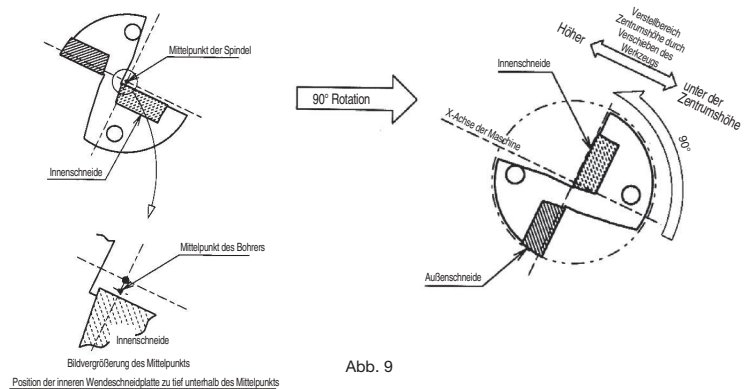

Abb. 9
- (2) Sollte der Kerndurchmesser nach der o. g. Einstellung zu groß werden, drehen Sie den Bohrer um 90° gegen den Uhrzeigersinn wie in Abb. 9 gezeigt (mit der äußeren Wendeschneidplatte nach unten zeigend), und verstellen Sie die Zentrumshöhe durch Verschieben des Werkzeugs in Richtung der x-Achse. (Dies macht ein Einstellen des Bohrerdurchmessers jedoch unmöglich.)